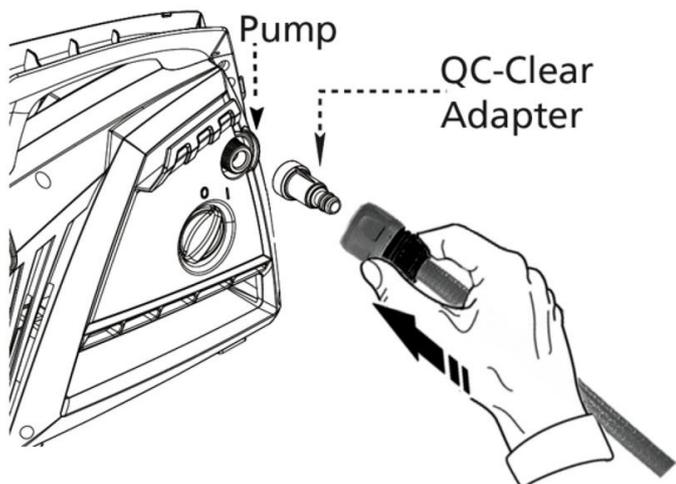

FIG.10
10. Instale o adaptador de mangueira de jardim (GHA), NÃO FORNECIDO e o conector rápido (QC) (10) (Fig.9). Aparafuse o conector QC, aperte apenas com a mão. O conector da mangueira pode agora ser encaixado no QC e a mangueira conectada ao abastecimento de água (Fig.10). Recomenda-se que o QC seja removido e limpo após cada uso, não recoloca até que esteja pronto para uso novamente para evitar possíveis danos.